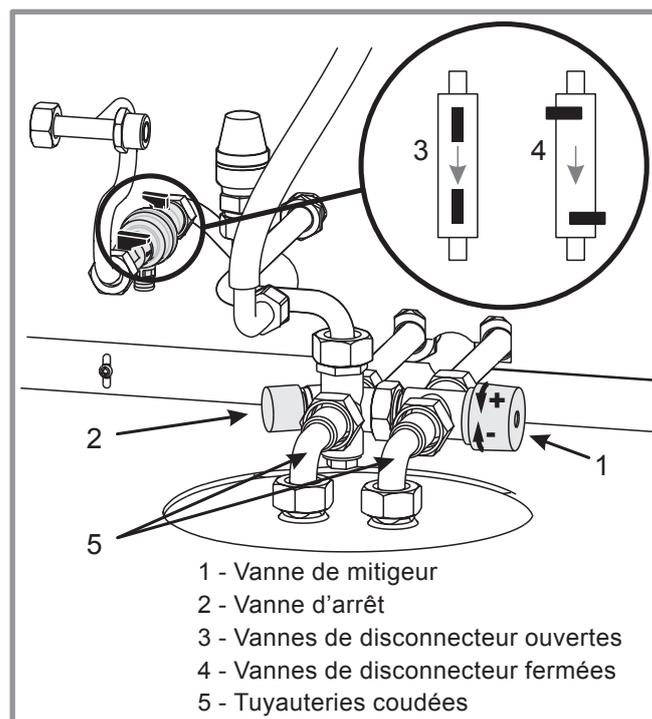

figure 31 - effinox condens duo 5000
- Tourner la molette (rep.1, *figure 31*) vers (+), jusqu'en butée.